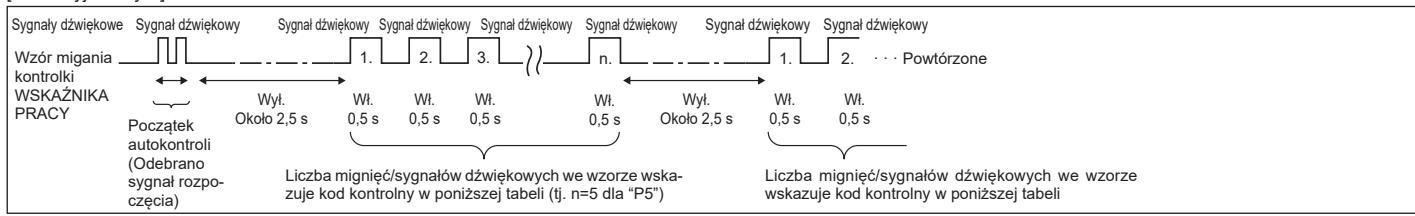

Rys. 7-6
7.3.2. Bezprzewodowy pilot zdalnego sterowania (Rys. 7-6)
■ Autokontrola (Rys. 7-6)
- Nacisnąć przycisk ①, aby wyłączyć klimatyzator.
- Jeśli programator tygodniowy jest włączony (jest wyświetlana ikona) , należy nacisnąć przycisk ③, aby go wyłączyć (nie jest wyświetlana ikona) .
- Nacisnąć przycisk ② na 5 sekund.
- Pojawi się ikona ④ i urządzenie przełączy się w tryb autokontroli.
- Nacisnąć przycisk ⑤, aby wybrać adres czynnika chłodniczego (adres M-NET) ⑥ jednostki wewnętrznej, dla której ma zostać przeprowadzona autokontrola.
- Nacisnąć przycisk ⑦.
- Nacisnąć przycisk ①.
- Ikona ④ i adres czynnika chłodniczego (adres M-NET) ⑥ znikną i autokontrola zostanie zakończona.